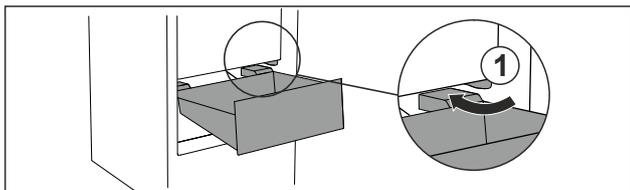

Fig. 69
- ▶ Introducir el cajón inclinado rodeando los topes *Fig. 69 (1)*.